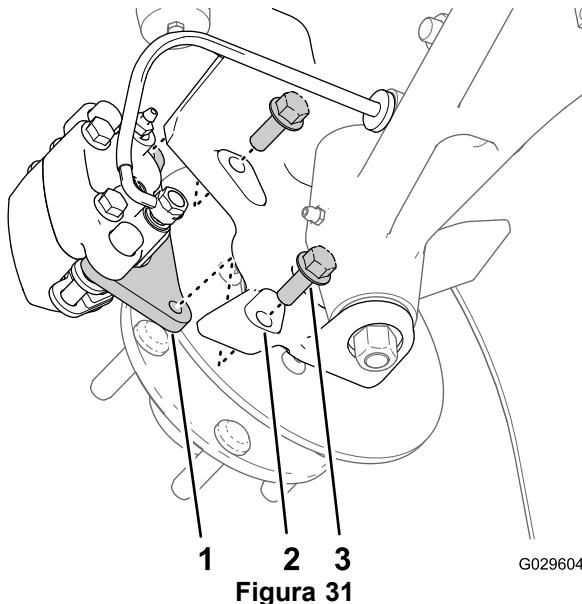
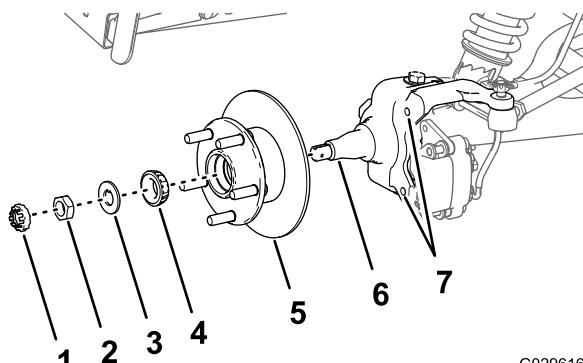

Figura 31
Figura 35
3. Retire os parafusos de cabeça flangeada (3/8 x 1 pol.) que prendem o suporte para o conjunto dos travões ao eixo e afaste o travão do eixo (Figura 31).
1. Aplique uma leve camada do lubrificante especificado no eixo (Figura 35).
2. Monte o cubo e o rotor no eixo com o rotor interior (Figura 35).
3. Monte o rolamento exterior no eixo e coloque o rolamento na correia exterior (Figura 35).
4. Monte a anilha com patilha no eixo (Figura 35).
5. Enrosque a porca do eixo no eixo e aperte a porca enquanto roda o cubo (Figura 35).
2. Aline as pastilhas dos travões com cada lado do rotor (Figura 31) e os orifícios no suporte da pinça com os orifícios na montagem dos travões da estrutura do eixo (Figura 35).
3. Monte o suporte da pinça na estrutura do eixo (Figura 31) com os 2 parafusos de cabeça flangeada (3/8 x 1 pol.) e aperte os parafusos com 47 a 54 N · cm.